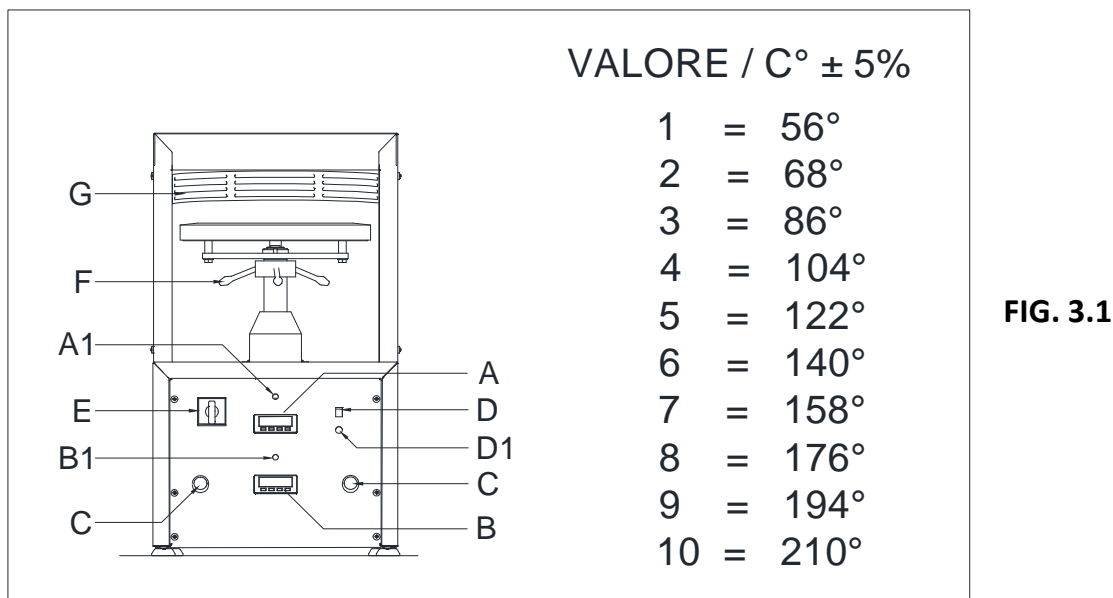
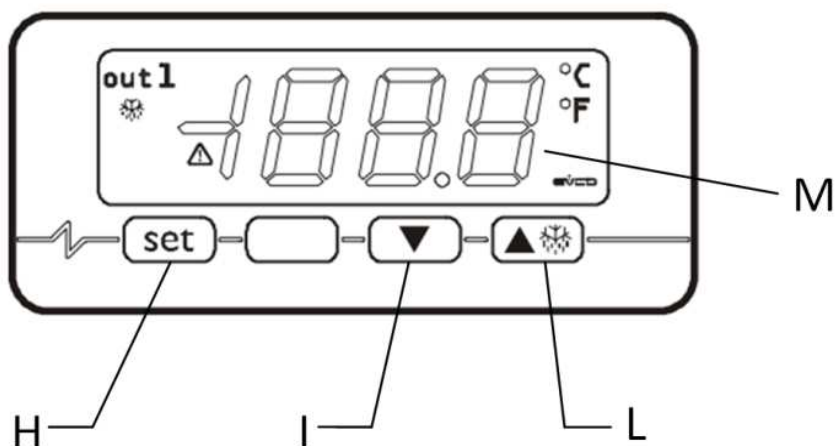

FIG. 3.1
FIG.3.2
La macchina è dotata dei seguenti dispositivi di sicurezza (FIG. 3.1):
- Con la macchina in funzione, sollevare la griglia di protezione (Pos. G-FIG.3.1). Il piatto inferiore si abbassa e ritorna immediatamente alla sua posizione iniziale
- 2. Posizionare l'interruttore generale E (Fig.3.1) sulla posizione "1" .**
- i display dei termoregolatori A e B (Fig.3.1) si accendono e visualizzano la temperatura istantanea rispettivamente del piatto superiore e di quello inferiore
- si accendono i segnalatori A1 e B1 (Fig.3.1) che indicano rispettivamente l'accensione della resistenza del piatto superiore ed inferiore che, per effetto termico, iniziano la fase di riscaldamento.
Per impostare la temperatura del piatto superiore, premere il tasto H (FIG. 3.2)) del termoregolatore A (FIG.3.1). Impostare il valore di temperatura desiderato agendo sui tasti I ed L rispettivamente per diminuire o aumentare la temperatura del piatto; premere di nuovo il tasto H (set) per confermare la temperatura scelta.